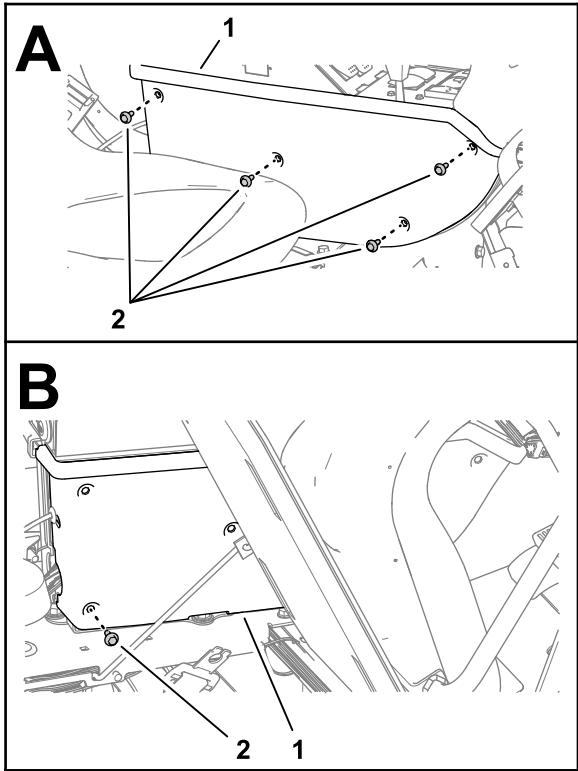

Figura 110
3. Monte o painel lateral na estrutura da consola (Figura 110) com 4 parafusos de cabeça flangeada (1/4 x $\frac{3}{8}$ pol.)
4. Incline o banco para a frente, e instale o parafuso de cabeça flangeada inferior traseiro (Figura 110).